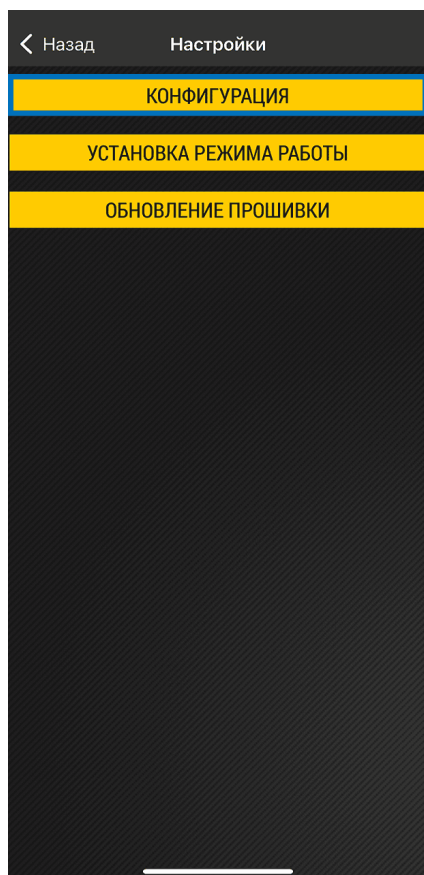

Рис.8. Главное меню
1. Выберите в Главном меню вариант **«Конфигурация»** (**Рис.8**). Откроется экран с настройками метки (**Рис.9**).